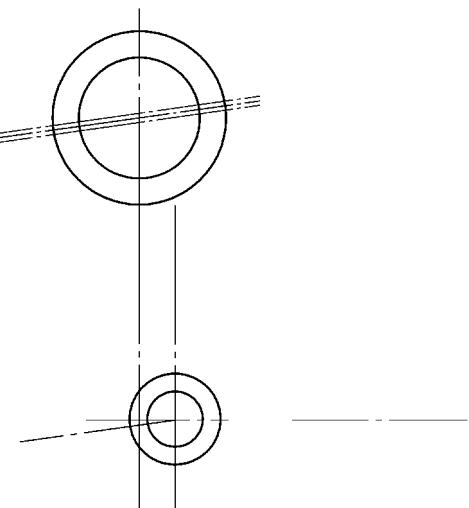

图 11-41 绘制圆和偏移
2) 将【粗实线】层设置为当前图层, 单击功能区【圆】 按钮, 利用对象捕捉功能捕捉两中心线交点, 分别画出上、下两组同心圆, 半径分别是 12.5mm、20mm、27.5mm、37.5mm。单击【偏移】按钮, 把主视图上部分的一个斜中心线上、下偏移 2mm, 如图 11-41 所示。